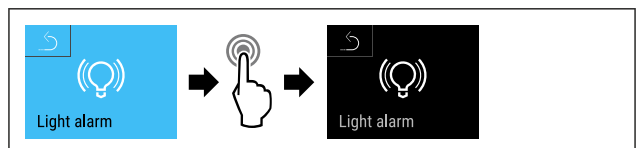

Fig. 153
- ▶ Seguir los pasos de procedimiento (consulte Fig. 153).